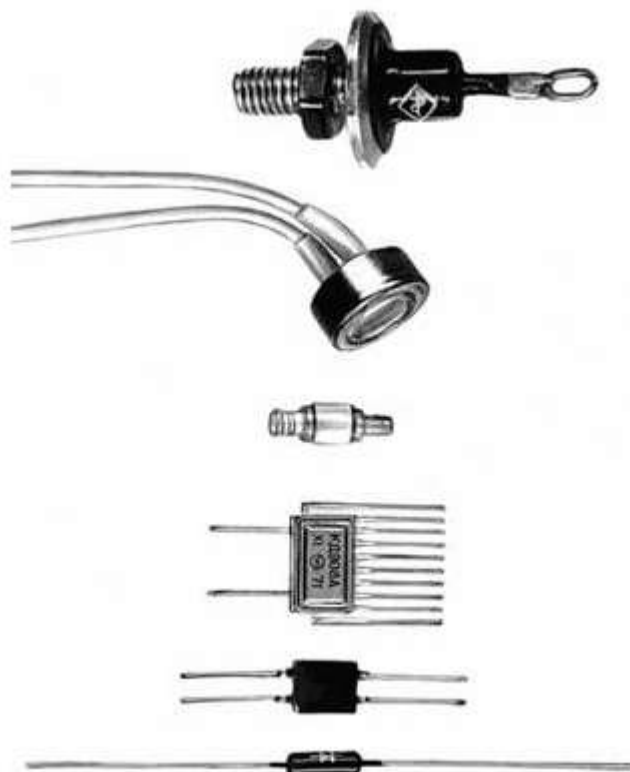

Рис. 17 Выпрямительные диоды различного типа
6.1 Различные типы выпрямительных диодов изображены на рис. 17.